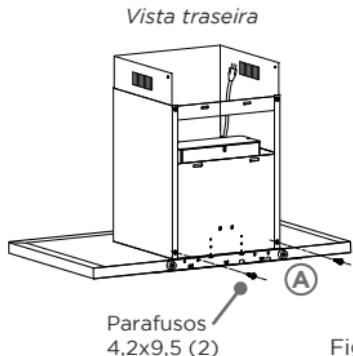

Fig. 13
- Fixe a Proteção decorativa inferior no corpo da coifa utilizando dois parafusos 4,2x9,5 ("A" - Fig. 13).